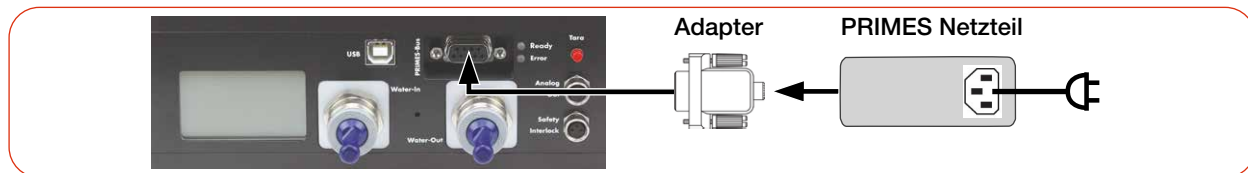

Abb. 8.3: Spannungsversorgung über PRIMES Netzteil, Anzeige der Messwerte am Gerät
- ▶ Schließen Sie das PRIMES Netzteil mit Adapter gemäß der Abb. 8.3 auf Seite 32 an.